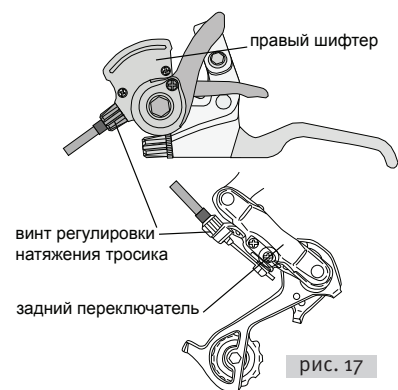

рис. 17
- 3.7.3. Закрутите винт регулировки натяжения троса до конца и выкрутите на два оборота (рис. 17).
- 3.7.8. С помощью регулировочного винта тонкой настройки на шифтере (или переключателе) добейтесь четкой работы заднего переключателя (рис. 17).